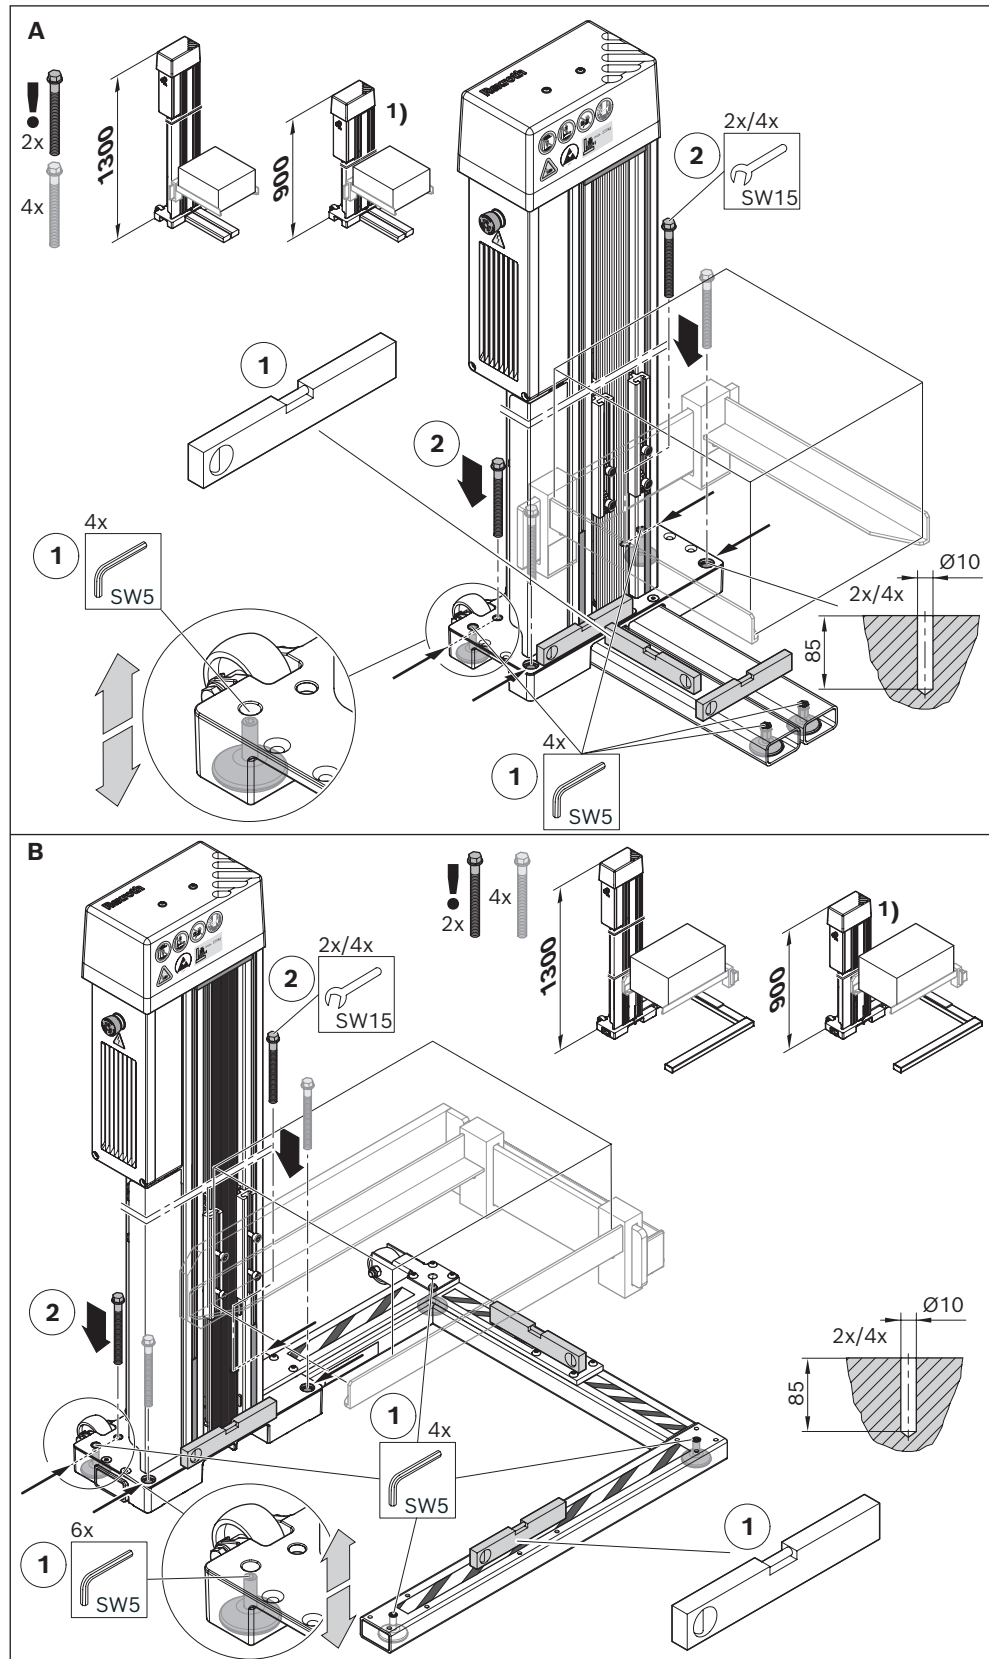
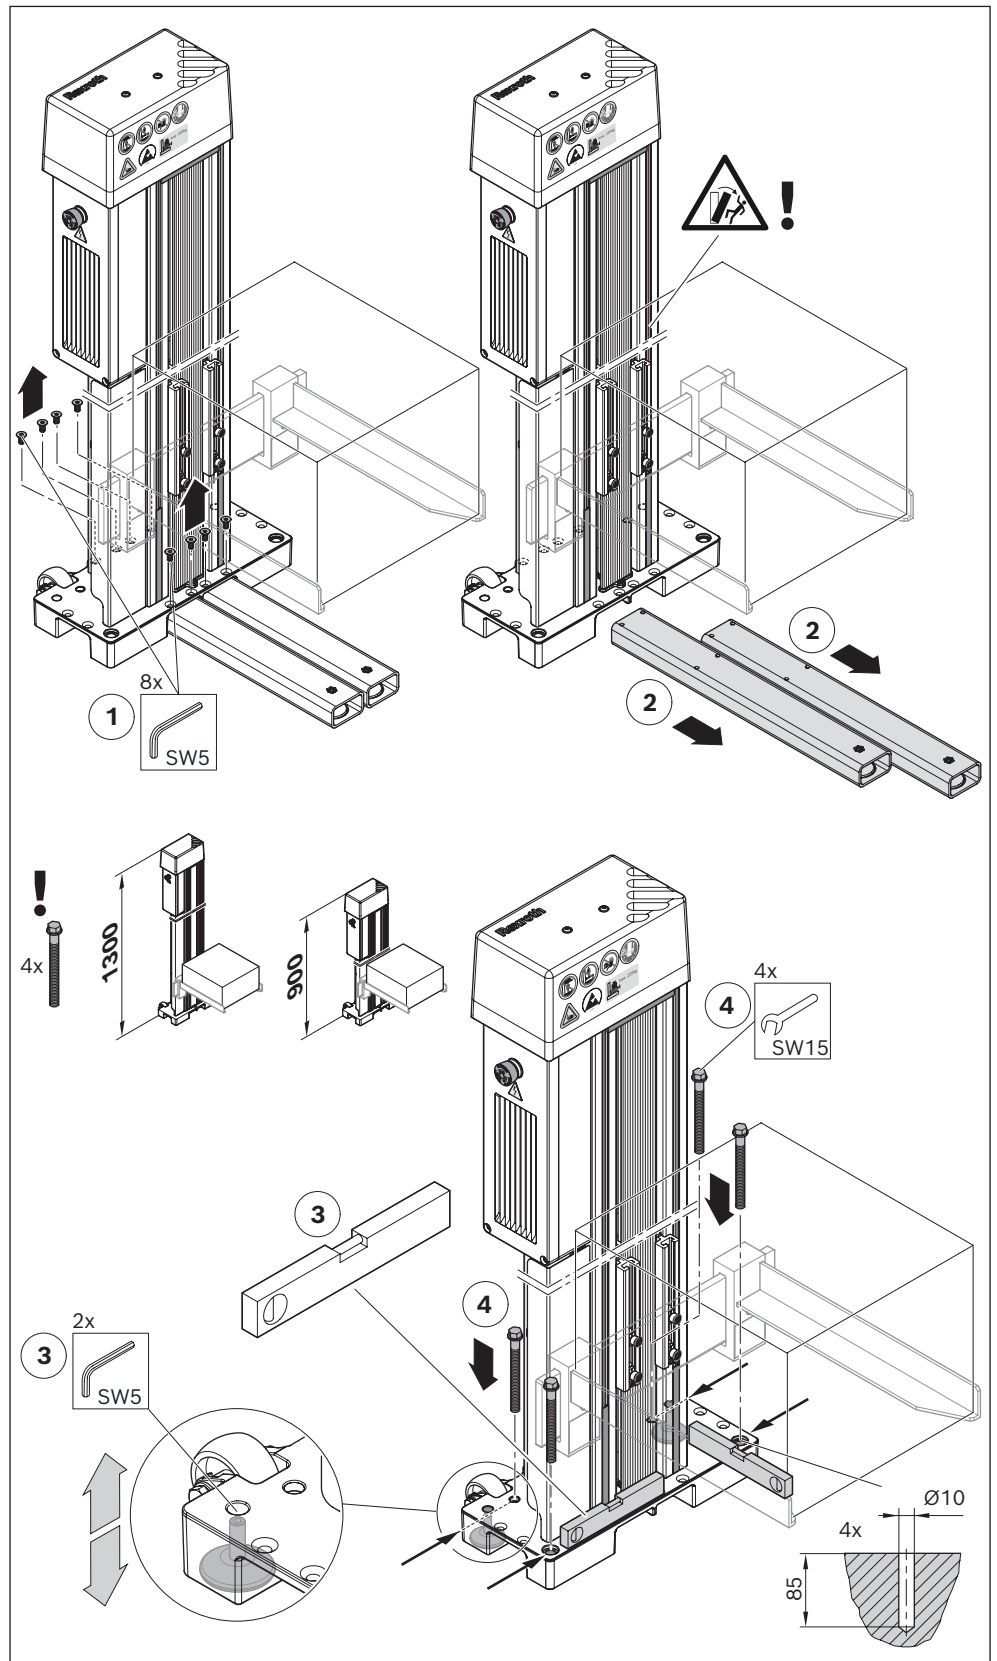

Fig. 15: Aparafusamento na placa de fundo (Exemplo A com lança reta; Exemplo B com lança lateral)
Fig. 16: Instalar o elevador de caixas, desmontar a lança e aparafusá-lo ao chão
2. Proteja o elevador de caixas contra tombamento 1) 2) 4) nivelando desníveis com recurso aos pés reguláveis do equipamento (ver Fig. 15 e Fig. 16).
- Pisos irregulares podem ser compensados ajustando os pés do equipamento com recurso a uma chave Allen (SW5) (1) até que o elevador de caixas esteja nivelado.
- O elevador de caixas deve ser aparafusado à placa de fundo com os parafusos para concreto anexos (2) (consulte Tabela 7).
► Se as lanças estiverem montadas no elevador de caixas, observe o seguinte ao aparafusá-lo na placa de fundo (Fig. 15, Fig. 16):